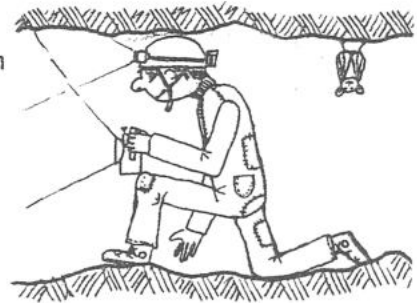

Abb.1
- I - BÜCKSTELLE, stellenweises Niederknien oder seitliches Durchgehen. Kein Kontakt mit dem Fels. Schleifsack wird getragen. (Abb.1)
z.B.: Sandtunell (HH); Ludlloch(2911/1);